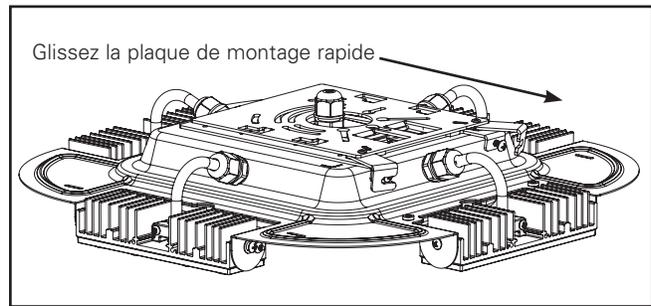

Figure 2.
2. Glissez la plaque de montage rapide vers l'avant jusqu'à ce que la plaque se dégage du boîtier. (Figure 2).